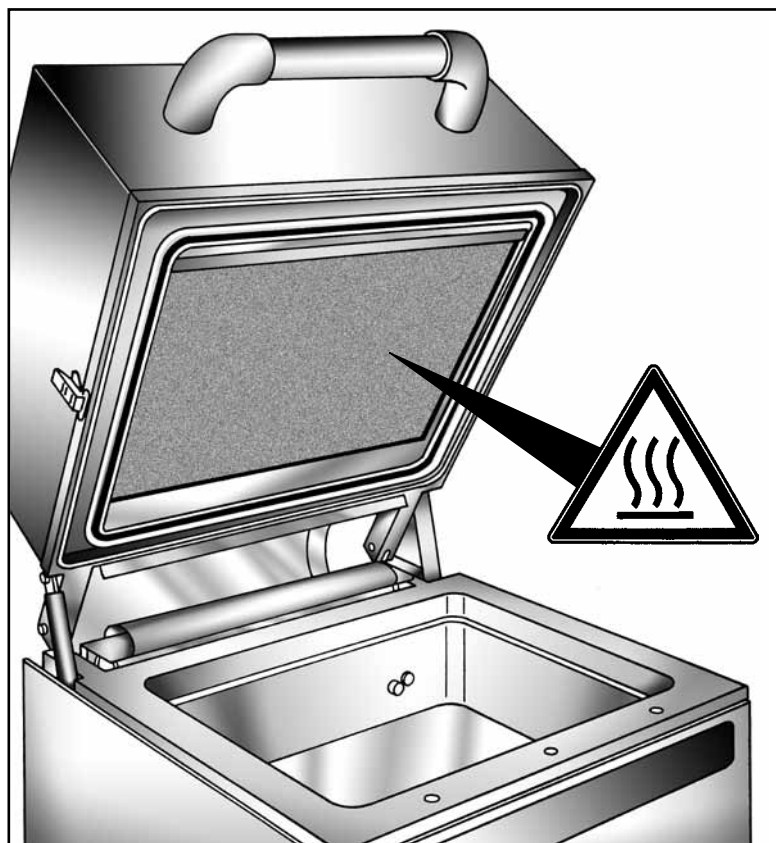

Abb. 1
- 2) Stellen Sie die Temperatur der Siegelplatte zwischen 70 und 80°C ein (**Abb. 1**).